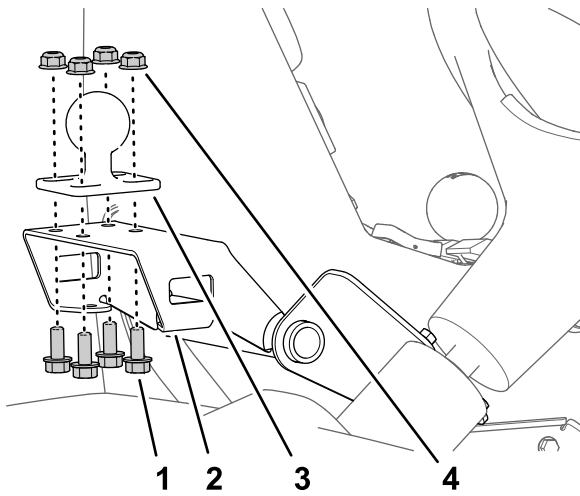

Figure 164
1. Fixez le support à rotule du la patte de montage du support du moniteur (Figure 164) à l'aide des 4 boulons à embase (5/16 x 3/4") et des 4 contre-écrous à embase (5/16").